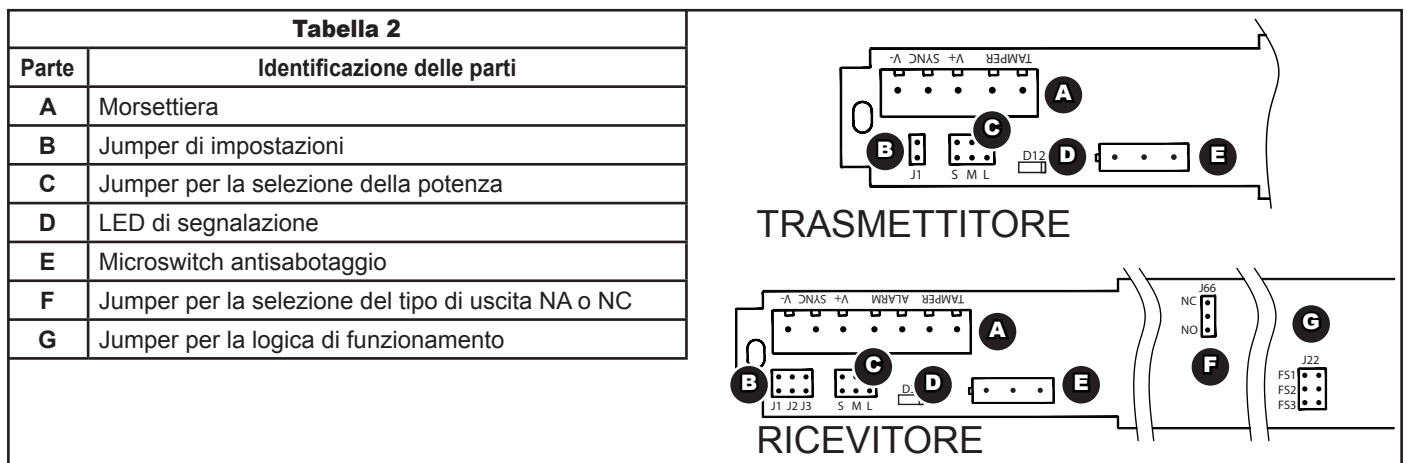

Fig. 3
2. Scollegare la scheda: sulla morsettiera scollegare tutti i morsetti (v. Fig. 3).